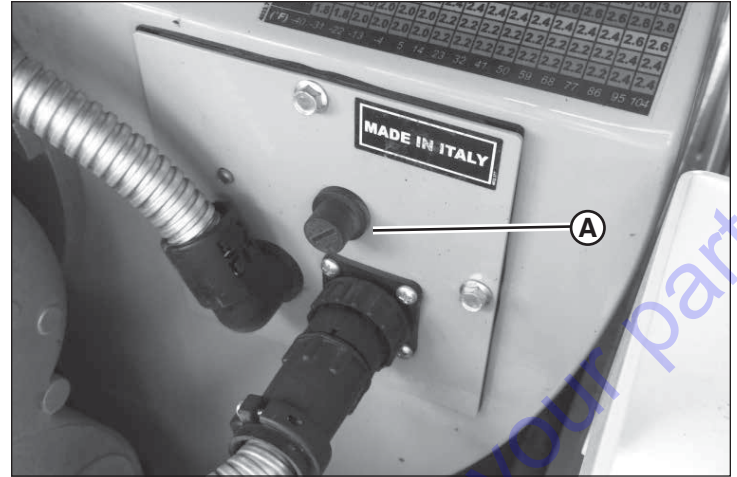

Figura 41
2. Si el quemador no arranca nuevamente de forma automática, reinicielo. Destornille la cubierta plástica (A, Figura 41) que protege el botón de restablecimiento en la parte posterior del calentador. Presione el botón Reset (reinicio). Vuelva a instalar la cubierta protectora.